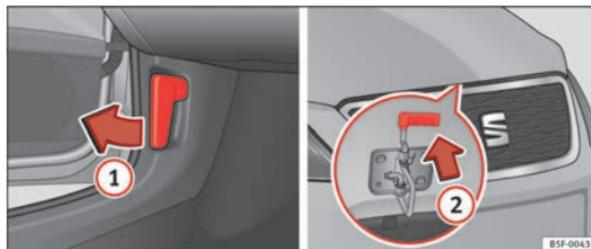

Fig. 153 Levier de déverrouillage sur le plancher, côté conducteur et came sous le capot-moteur.
- Tirez le levier situé sous le tableau de bord dans le sens de la flèche ① ⇒ fig. 153.
- Appuyez sur la bascule sous le capot-moteur de manière à ce qu'elle soit orientée vers le haut ⇒ fig. 153 ②. Le crochet de fixation est alors déverrouillé.